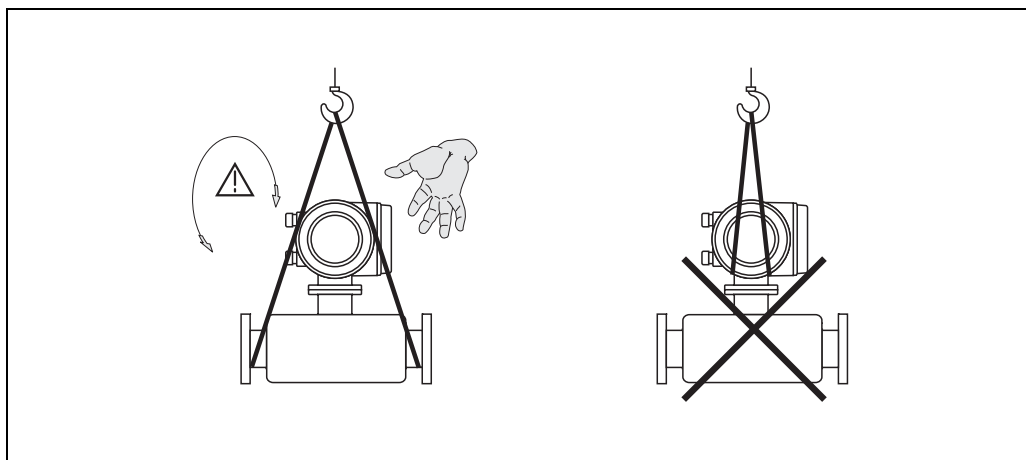

图 4: 传感器 ($> \text{DN } 40$ ($> 1\frac{1}{2}"$)) 的运输指南示意图
- 请勿通过变送器外壳或分体式传感器接线盒起吊标称口径 $> \text{DN } 40$ ($> 1\frac{1}{2}"$) 的测量设备 (→ 图 4)。